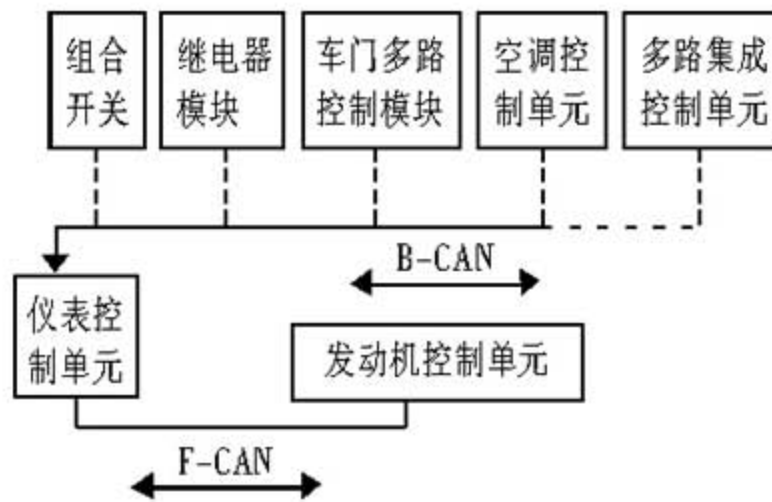

图 3
- 7). 仪表控制单元在网络传输中起到关键作用(图 3)，它负责在 B-CAN(车身控制局域网)和 F-CAN(快速控制局域网)之间进行数据转换。对仪表控制单元进行输入测试，拆下仪表控制单元，断开其上的 30 针插头连接，检查插头及端子座有没有端子弯曲、松脱或锈蚀，检查未见异常。于是对插接器进行输入测试，电源、搭铁及传输线路都没问题，由此判断故障点在仪表控制单元，应该是仪表控制单元网络控制器的收发存在间歇性故障。